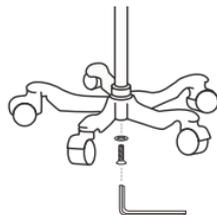

Figura 1
1. Con la base en su lado, conecte el poste exterior vertical a la base usando un perno grande (6mm) de allen. Apriete con una llave allen grande (6mm) suministrada. Apriete el hardware lo más firmemente posible. (Nota: Para evitar el aflojamiento, el hardware debe ser apretado con seguridad y revisado periódicamente) (Figura 1).